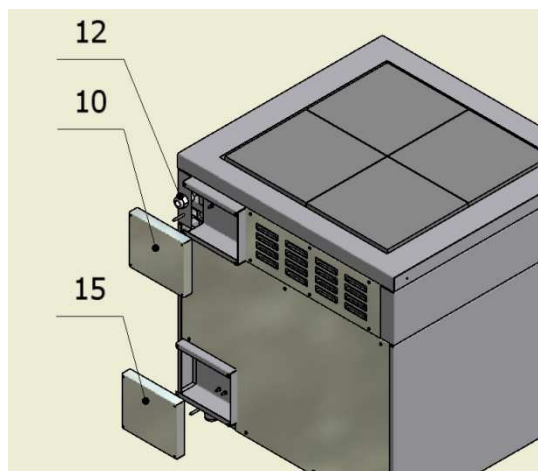

Рисунок 5
7.2. Снять крышки 10 (плиты) и 15 (духовки или духовки с конвекцией) (рис.5) коробок клемника. Через кабельный зажим на задней стенке подключить электропитание к плите и духовке (духовке с конвекцией) к клеммнику установки согласно эл. схемам см. приложение 1.